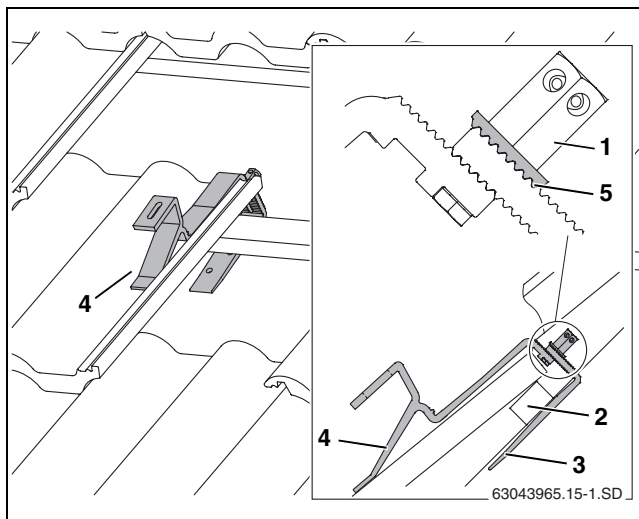

Рис. 12 Установленные кровельные крюки (для наглядности изображены не все элементы черепицы)
- ▶ Установите крюки так, чтобы передняя подпорка легла во впадину черепицы (рис. 12, [4]).
- ▶ Сдвиньте вверх нижнюю часть кровельного крюка (рис. 12, [3]) так, чтобы она прилегала к обрешётке крыши (рис. 12, [2]).
- ▶ Затяните длинные гайки (рис. 12, [1]). Для этого вставьте шестигранный ключ на 5 мм (SW 5) в отверстие гайки и поверните его.
Зубчатая шайба (рис. 12, [5]) должна войти в зацепление с нижней частью кровельного крюка.